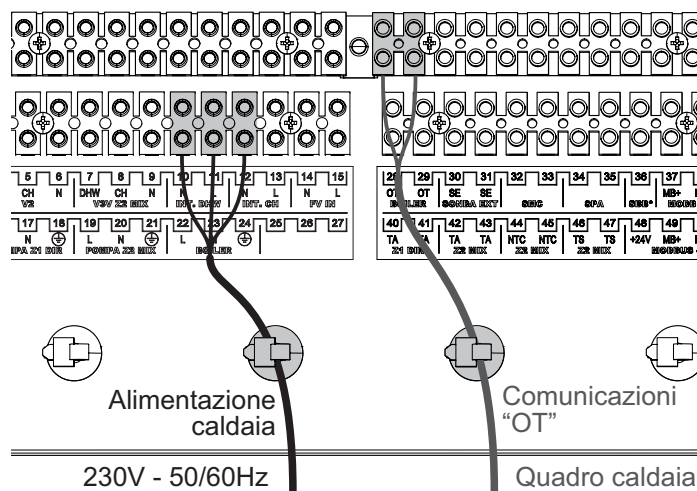

Figura 2.34
- Collegare il cavo di alimentazione della caldaia (proveniente dal quadro elettrico della caldaia) alla morsettiere e bloccarlo con l’apposita fascetta (Figura 2.34).
- Il cavo delle comunicazioni “OT” è presente nell’imballo del quadro e va collegato al quadro (Figura 2.34) e al pannello comandi della caldaia (vedi manuale allegato).